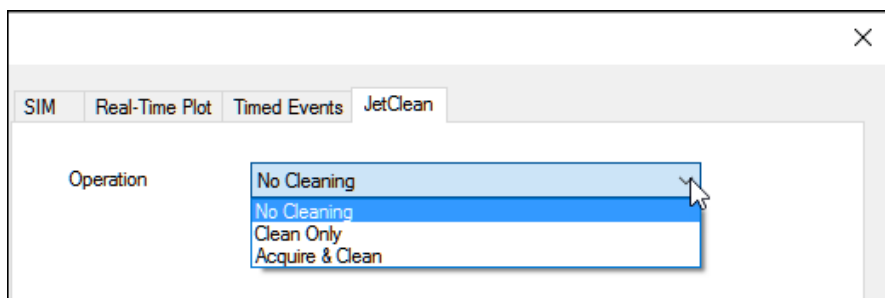

Figure 41 Sélection du mode de fonctionnement du système JetClean
- 2 Dans le panneau de navigation Single Quadrupole MS Method Editor (Modification de la méthode MS simple quadripôle), sélectionner l'onglet **JetClean**. (Voir **Figure 41**.)